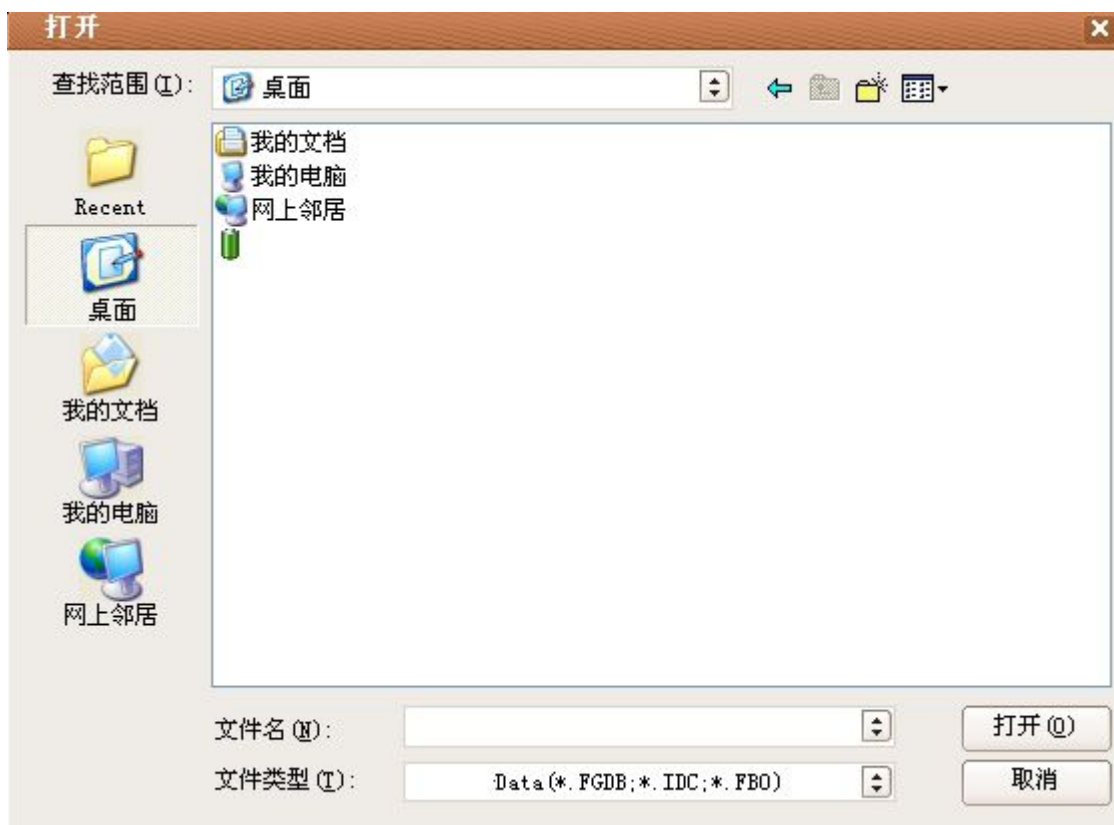

图 2.1
- 2、选择“文件—打开文件”，弹出对话框；如图 2.1 所示